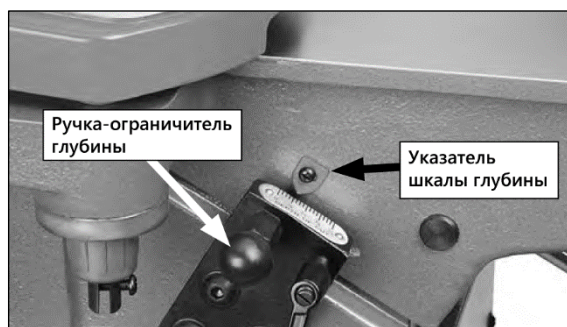

Рисунок 63.
- При помощи шуруповерта, отрегулируйте указатель шкалы точно на «0» (рис. 63).